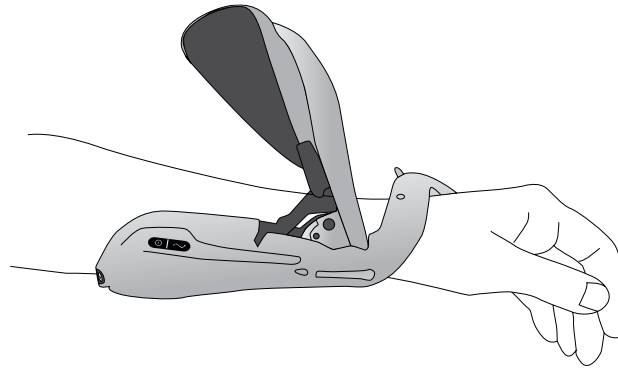

Figure 6-6 : Positionnement de l'orthèse
2. Placez le cordon de l'orthèse autour de l'avant-bras et positionnez le support des fléchisseurs sur l'avant-bras. Reportez-vous à la Figure 6-6.